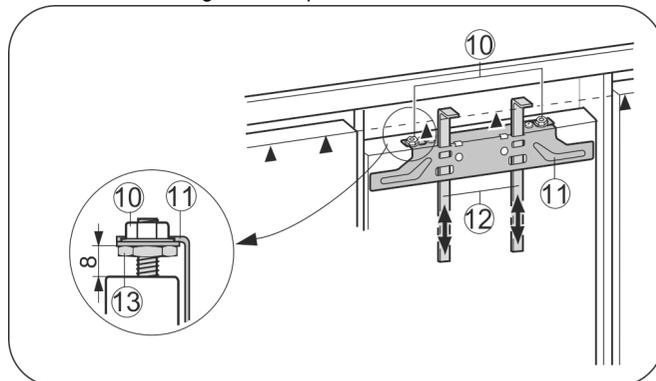

Fig. 25
- Spingere gli attrezzi di montaggio Fig. 25 (12) verso l'alto, all'altezza dell'anta del mobile. Bordo inferiore di battuta dell'attrezzo di montaggio = Bordo superiore dell'anta da montare.
- ▶ Allentare la traversa di fissaggio Fig. 25 (11) svitando i controdadi Fig. 25 (10).